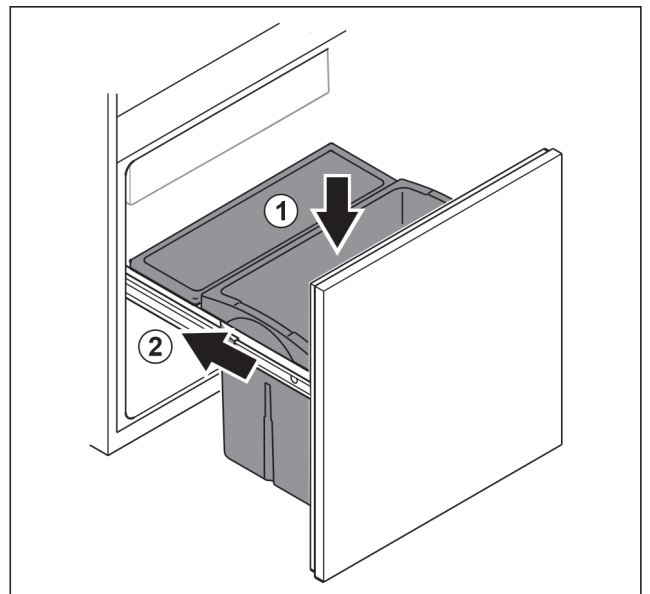

Fig. 102
- ▶ Поставете чекмеджето отгоре. Fig. 102 (1)
► Вкарайте изтеглящата се ракла. Fig. 102 (2)